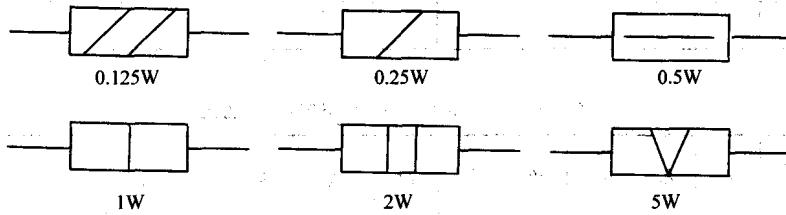

图 1-3 电阻器额定功率的符号
(3) 额定功率 额定功率是指在规定气压、温度等条件下，电阻器长期工作时所允许承受的最大电功率。一般电阻的额定功率分为 $1/16$ 、 $1/8$ 、 $1/4$ 、 $1/2$ 、 $1$ 、 $2$ 、 $5$ 、 $10W$ 等数值。额定功率越大，电阻的体积也越大。图1-3是电阻器额定功率的符号。